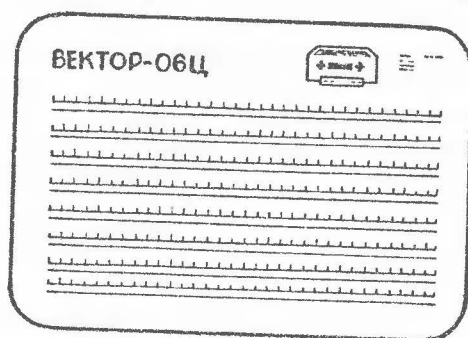

Рис. 3
Переведите переключатель на блоке питания БПЭВМ в верхнее положение. При этом на лицевой панели блока питания загорится светодиод, а на системном блоке индикатор "СЕТЬ". На экране телевизора появится незаполненная "карта загрузки" ОЗУ (см.рис.3). Регулировкой органами управления телевизора (монитора) добейтесь качественного изображения.
6.2.3. Если во время ввода информации изображение стирается и появляется незаполненная "карта загрузки" ОЗУ (см.рис.3), то необходимо повторить ввод (см.п.6.2.2), установив магнитофонную ленту на начало вводимой информации). Причиной ошибок при вводе информации обычно является неисправность магнитофона.